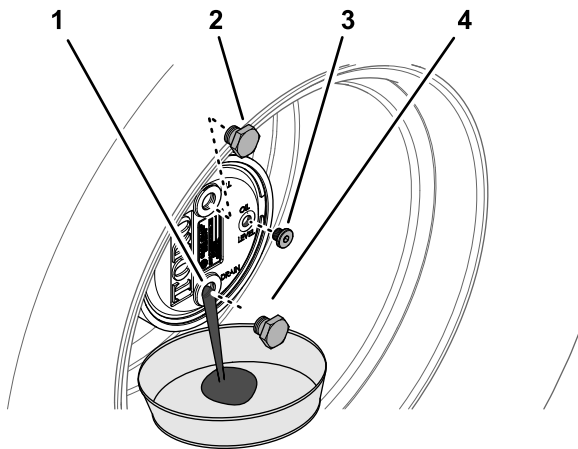

Figura 60
- Retire el tapón de llenado en la posición de las 12 y compruebe el tapón en la posición de las 3 (Figura 60).
- Coloque un recipiente debajo del cubo planetario, retire el tapón de vaciado en la posición de las 6 y deje que se drene el aceite (Figura 60).
- Instale el tapón de vaciado en el orificio de vaciado del alojamiento de los engranajes planetarios (Figura 60).